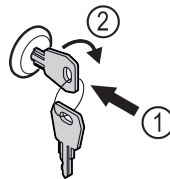

Fig. 176
- ▶ Schlüssel hineindrücken. Fig. 176 (1)
- ▶ Schlüssel um 90° im Uhrzeigersinn drehen. Fig. 176 (2)